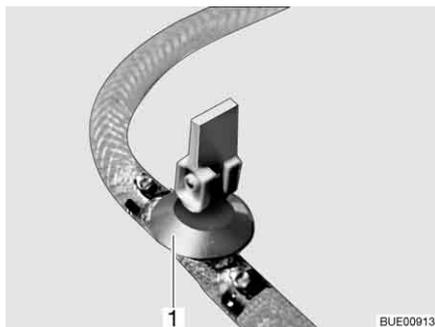
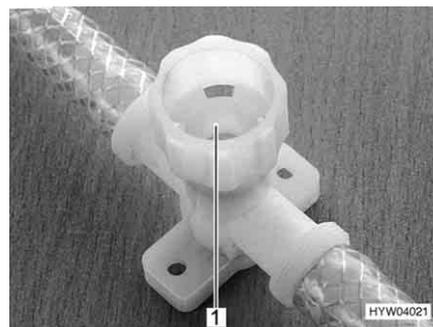

Fig. 185 Llave de desagüe (con balancín)
Fig. 186 Llave de desagüe (con tapa giratoria)
- Cerrar todas las llaves de desagüe. Para esto, poner el balancín de la llave de desagüe (Fig. 185,1) o cerrar la tapa de la llave de desagüe (Fig. 186,1) girándola en el sentido de las agujas del reloj.